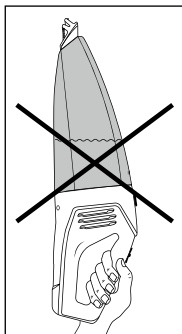

Fig. 4
- Si vous portez l'appareil à l'horizontale ou avec l'embout pour aspiration de liquides **1** pointant vers le haut, une fuite de liquide peut se produire (voir fig.4 et 5):